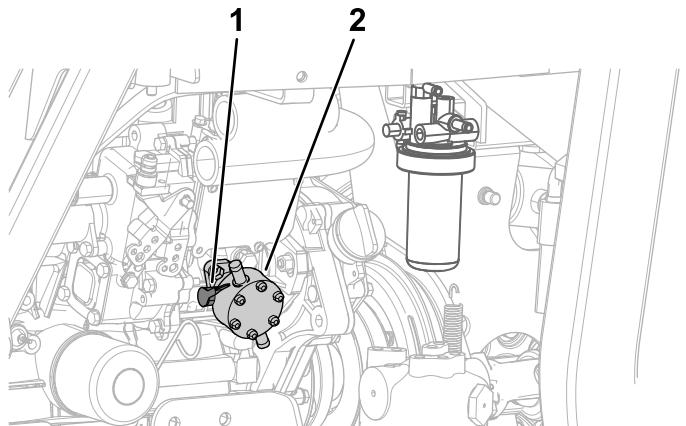

Figura 64
No lado esquerdo do motor, acione a alavanca da bomba de combustível até encher o recipiente do filtro de combustível (Figura 64).
7. Acione a alavanca da bomba de combustível até ver um fluxo consistente de combustível a fluir em torno do parafuso; consulte Figura 64 em Ferração do sistema de combustível (página 53).